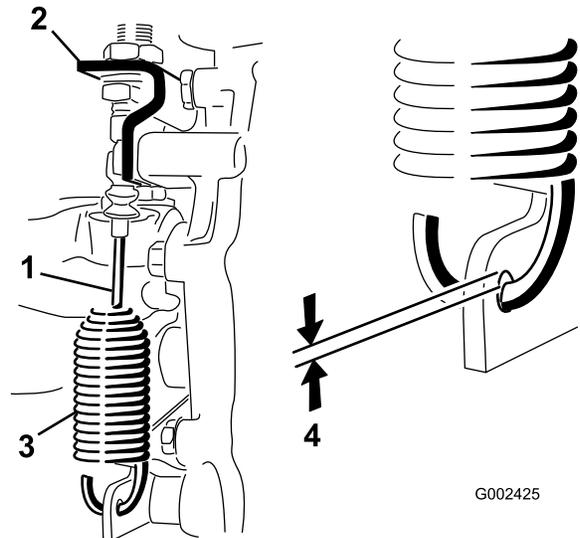

图47
2. 松开将差速锁拉索固定至驱动桥支架的锁紧螺母 图 47。